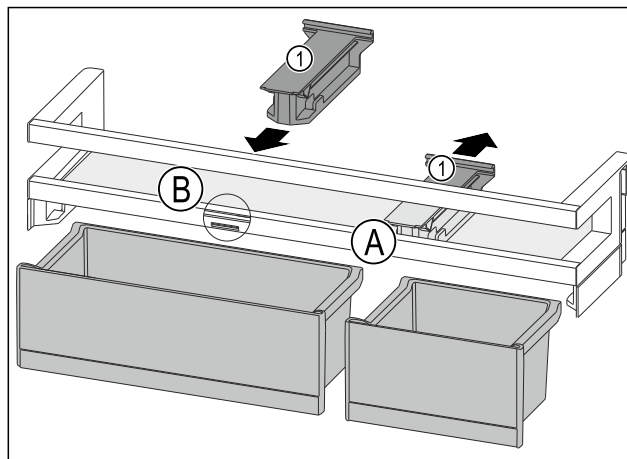

Fig. 158
- Снимите крепление Fig. 158 (1) в позиции Fig. 158 (A), отодвинув его назад.
- Установите крепление Fig. 158 (1) в позиции Fig. 158 (B).